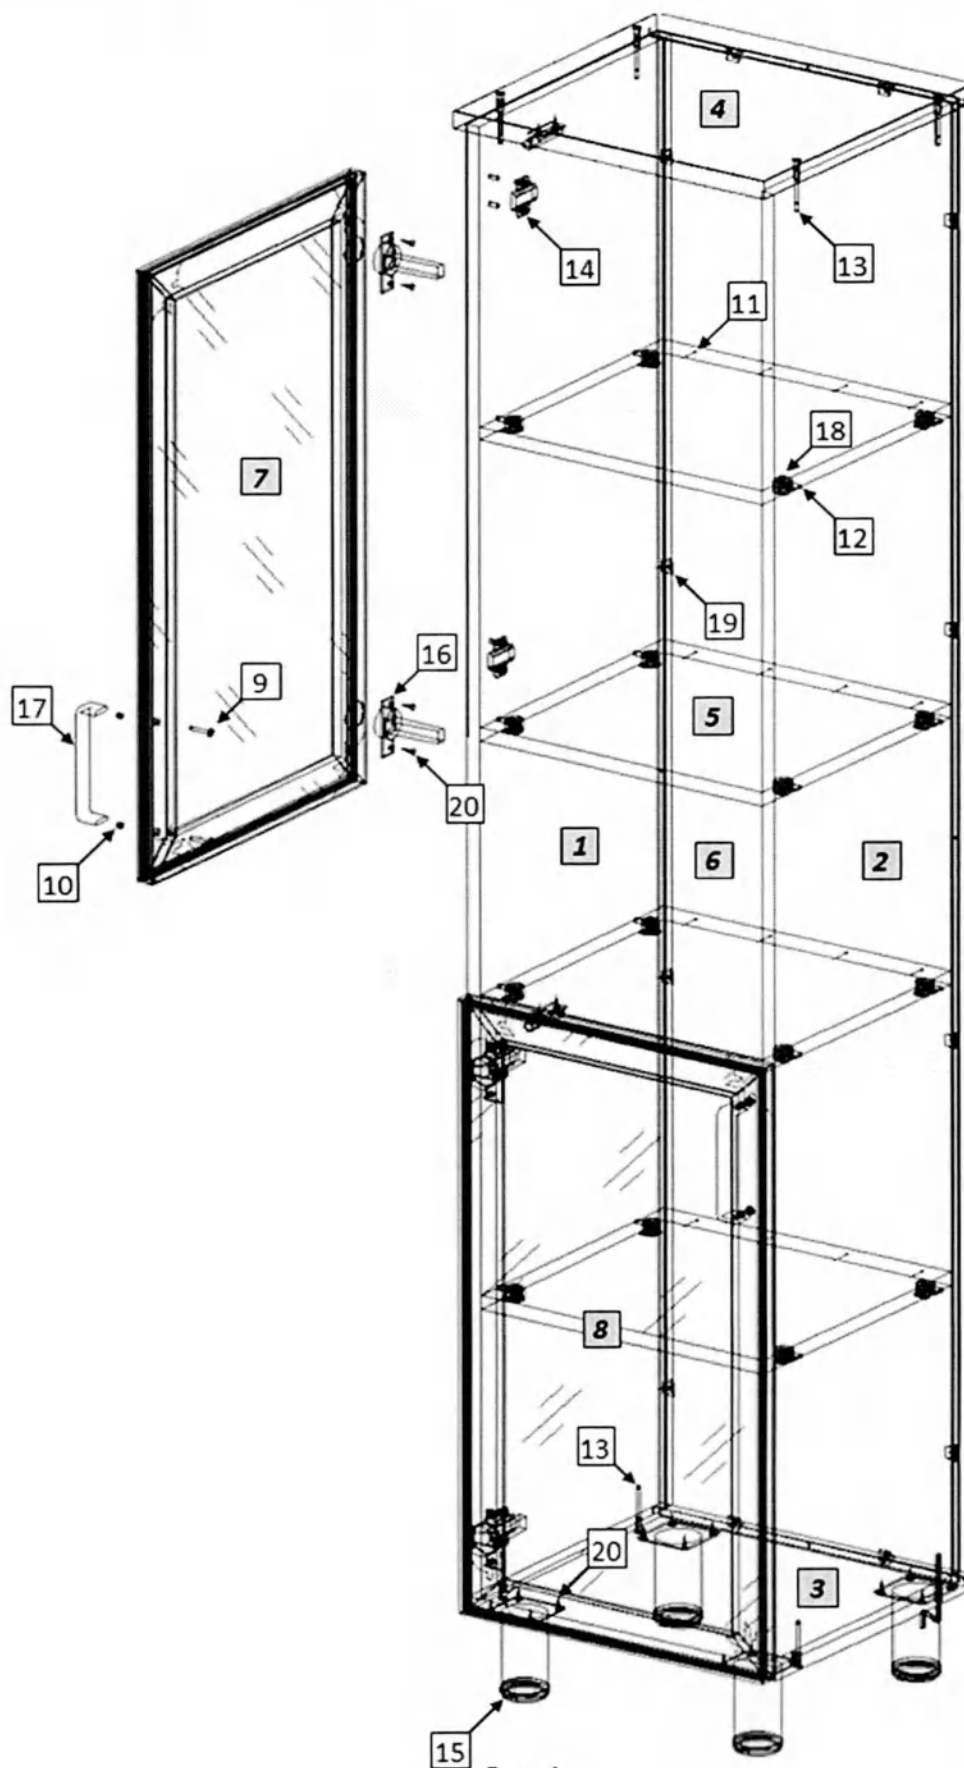

Рис. 1
1. Внимательно ознакомьтесь со схемой сборки, изображённой на рис. 1, сверяясь со спецификацией на изделие. Согласно схеме и спецификации определите расположение деталей в изделии и порядок их сборки. Сборка производится на ровном полу, укрытом материалом, предотвращающим повреждение покрытия пола и деталей мебели. Подготовьте необходимые для сборки инструменты – плоскую и крестовую отвёртки, молоток, рулетку или линейку, шуруповёрт.
2. На боковых стенках (1,2) установите ввинчиваемые дюбели эксцентриковых стяжек (18); установите монтажные планки петель (20). На горизонтальных стенках (5) установите эксцентриковые стяжки (24). Евровинтами (19) соедините боковые стенки (1,2) с горизонтальной нижней стенкой (3) и крышкой (4), боковые стенки антресоли (9,10) с горизонтальной нижней стенкой (11) и крышкой (12), предварительно установив в пазы задние стенки (6,13). Закрепите заднюю стенку в пазах уголками (25). Установите и закрепите горизонтальные стенки (5), гвоздями (17) зафиксируйте к ним заднюю стенку. На горизонтальной нижней стенке (3) шурупами (26) закрепите опоры (21).
3. На дверях (7,8,14) шурупами 4×16 (26) закрепите петли (22), установите ручки (23). Для правильной установки ручки на фасад из алюминиевого профиля, в отверстия в стекле должны быть установлены втулки (16), ручка крепится винтами (15) (усилие не должно быть чрезмерным, чтобы избежать повреждения стекла). Закрепите двери к боковой стенке шкафа. Отрегулируйте положение дверей винтами петель.